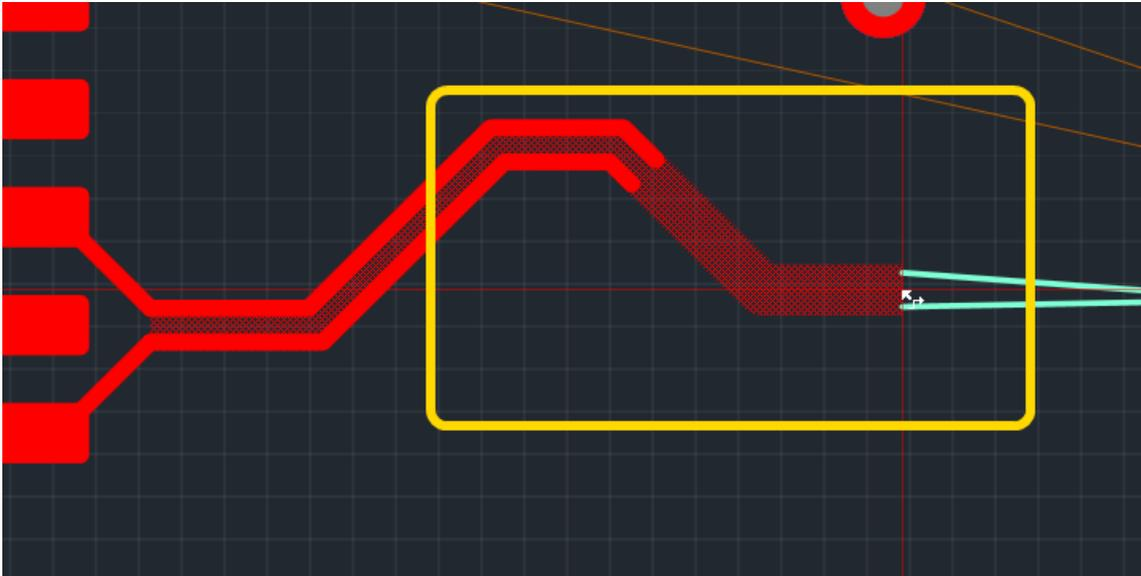

Рис. 88. Трассировка очередного участка диффпары
3. Далее выбирается новая промежуточная точка, фиксируется следующий участок, см. Рис. 88. И так повторяется до тех пор, пока диффпара не будет подведена к контактным площадкам, предназначенным для ее завершения.